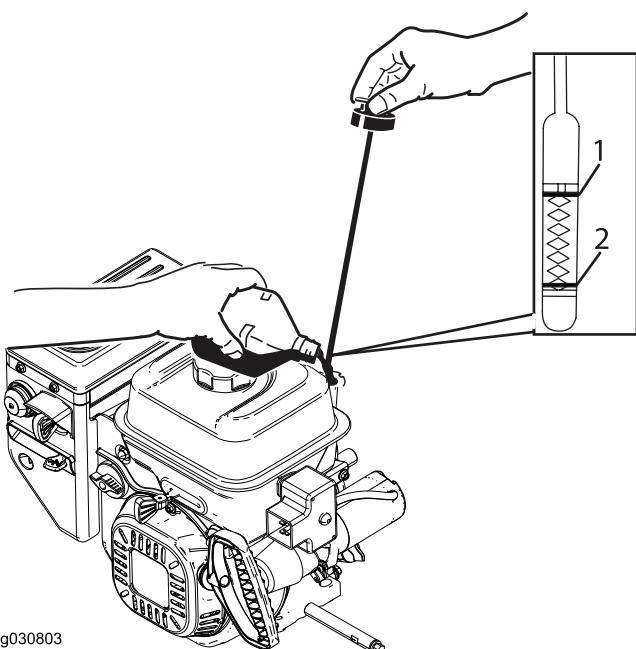

Figura 13
- Togliete l'asta di livello e versate **lentamente** l'olio nel tubo di riempimento fino a portarne il livello al segno di pieno (Full) sull'asta. **Non riempite troppo** (Figura 13). Vedere Controllo del livello dell'olio motore nella sezione Manutenzione.